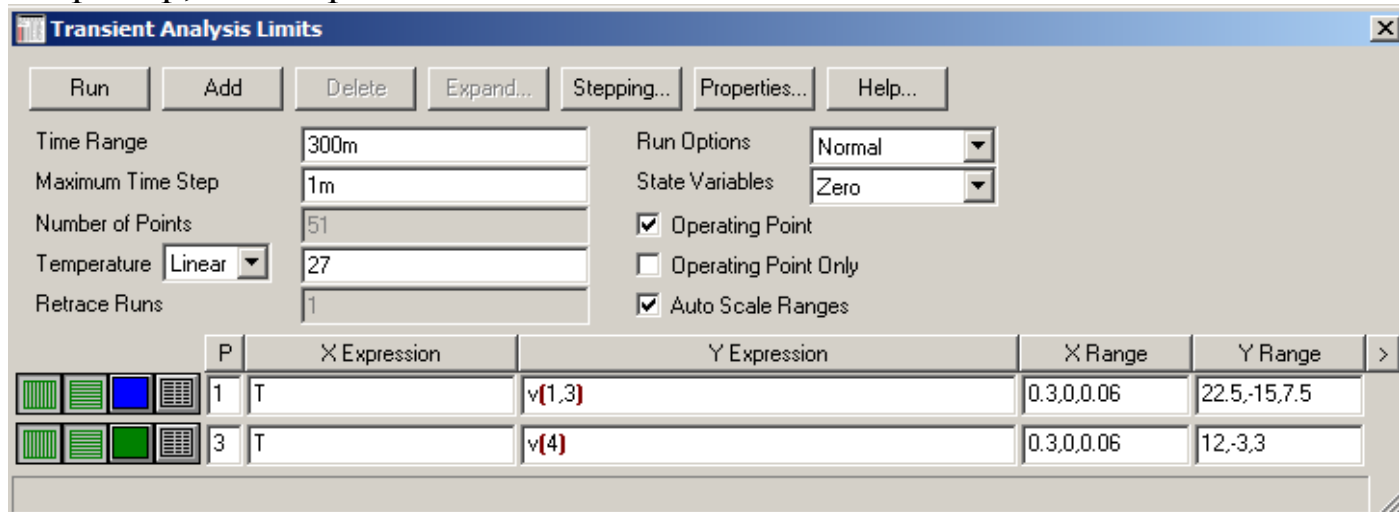

Рисунок 23. Время анализа увеличено
12. Уберите «лишний» график, выделив вторую строчку и нажав «Delete». Увеличьте время анализа для оценки величины пульсаций, например, как на рис. 23.